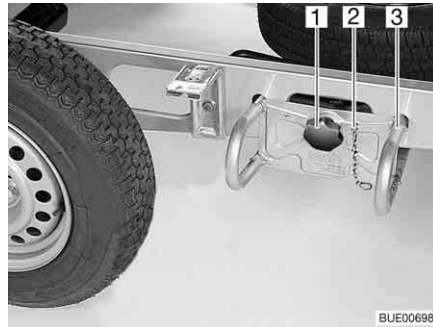

Fig. 213 Supporto per la ruota di scorta
- Sganciare la catena di sicurezza (Fig. 213,2).
- Svitare la manopola (Fig. 213,1) ed estrarla.
- Sfilare il supporto per la ruota di scorta (Fig. 213,3) di ca. 10 cm e riporlo a terra.